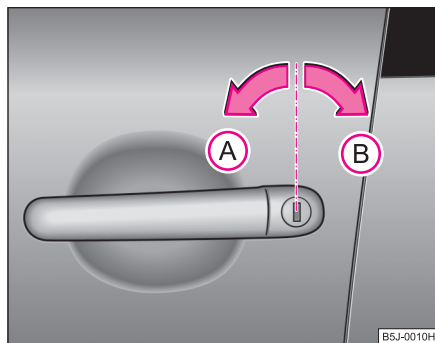

Fig. 22 Pozițiile cheii pentru încuiere și descuiere
– Rotiți cheia în încuietoarea ușii conducătorului auto în poziție de descuiere (A) ⇒ fig. 22 spre stânga.
– Rotiți cheia în încuietoarea ușii conducătorului auto în poziție de încuiere (B) spre dreapta ⇒ fig. 22.